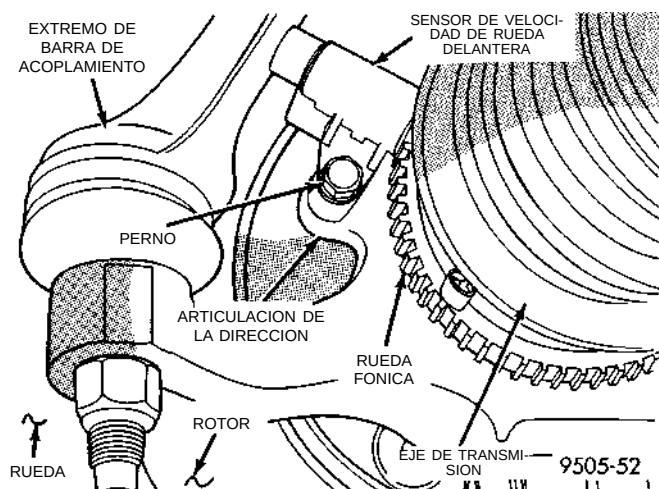
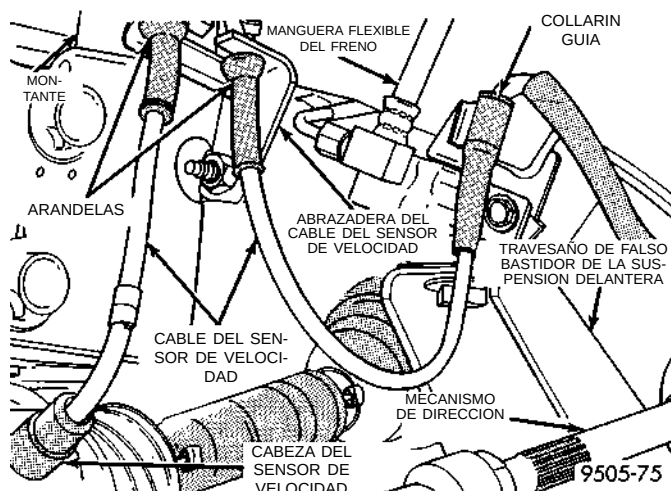

Fig. 31 Perno de instalación del sensor de velocidad de rueda delantera
Fig. 32 Recorrido del cable del sensor de velocidad de rueda delantera
- (4) Retire el perno de instalación de la cabeza del sensor de velocidad de rueda a la articulación de la dirección (Fig. 31).
- (5) Retire con cuidado la cabeza del sensor de la articulación de la dirección. Si el sensor se atascó, debido a la corrosión, **NO UTILICE ALICATES EN LA CABEZA DEL SENSOR.** Con un martillo y un punzón, terraje el extremo de la orejeta del sensor, sacudiéndolo de lado a lado hasta que se suelte.
- (6) Retire las arandelas del conjunto del cable del sensor de velocidad del soporte de retención (Fig. 32).
Retire el collarín guía del cable del sensor de velocidad del bastidor del vehículo (Fig. 32).
- (2) Instale las arandelas del conjunto del cable del sensor de velocidad en el soporte de retención (Fig. 32). Instale el collarín guía del cable del sensor de velocidad en el bastidor del vehículo (Fig. 32).
- (3) Instale el tornillo de instalación del sensor de velocidad de rueda en la articulación de la dirección (Fig. 31). Apriete el tornillo de instalación con una torsión de 7 N·m (60 libras pulgada).
- (4) Instale el conjunto de rueda y neumático en el vehículo.
- (5) Realice una prueba de carretera del vehículo para asegurar el funcionamiento correcto de los sistemas de freno básico y ABS.